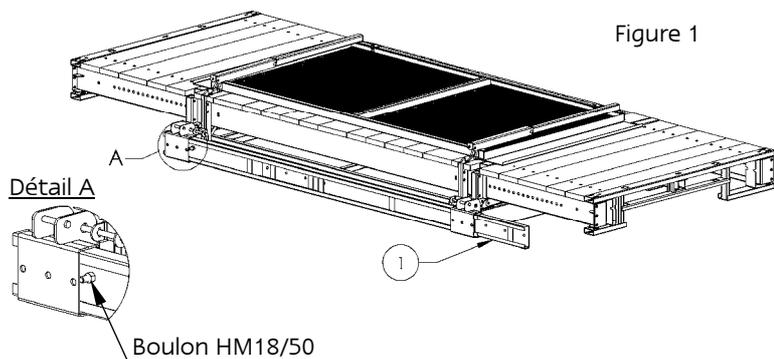

Figure 1
- Monter la lisse en pied. La fixer à l'aide de deux boulons HM18/50 du côté opposé à la liaison des 2 consoles (voir figure 1)
- Monter l'éclisse de lisse en pied (1) dans la lisse. Laisser la lisse libre.